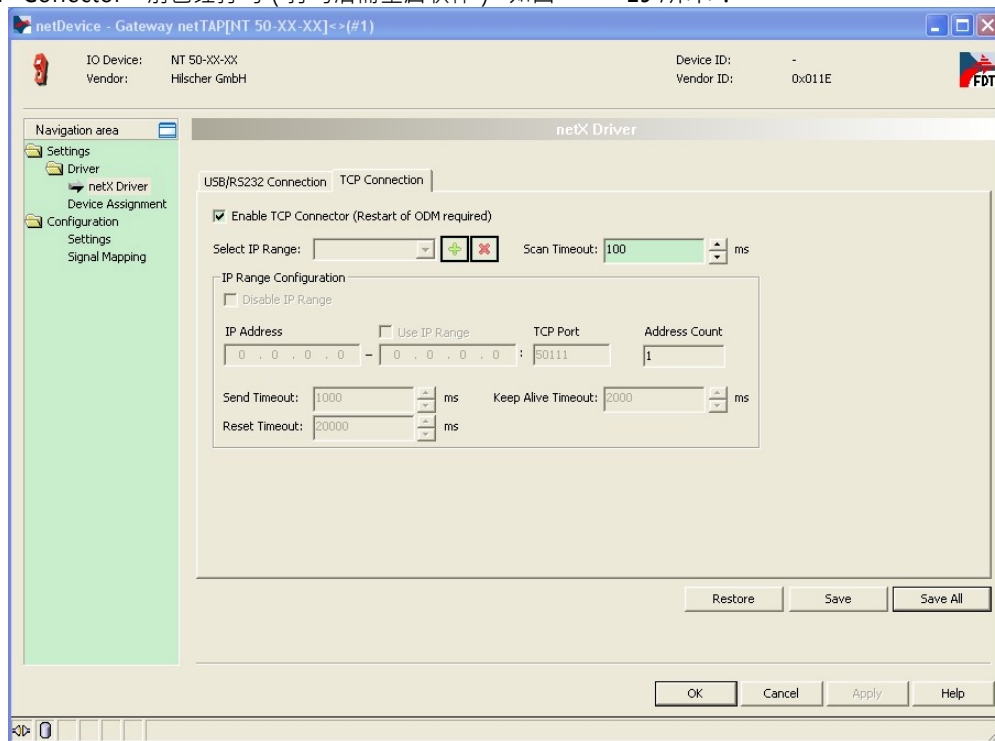

图 19
- 3) 双击该图标，弹出配置对话框，选择“netX Driver”栏中“TCP Connection”页，确保“Enable TCP Connector”前已经打勾（打勾后需重启软件），如图 19 所示：